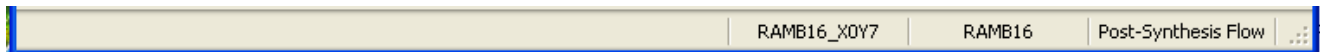

図 4-31 : 情報バナー
- 座標： 情報メッセージ フィールドの右側にあるフィールドで、座標情報が表示されます。[Device] ビューでカーソルをブロック RAM、DSP48 などの上に置くと、図 4-31 に示すように、その名前と座標が表示されます。[Package] ビューのピンの上にカーソルを置くと、その座標、タイプ、名前などのピン情報が表示されます。